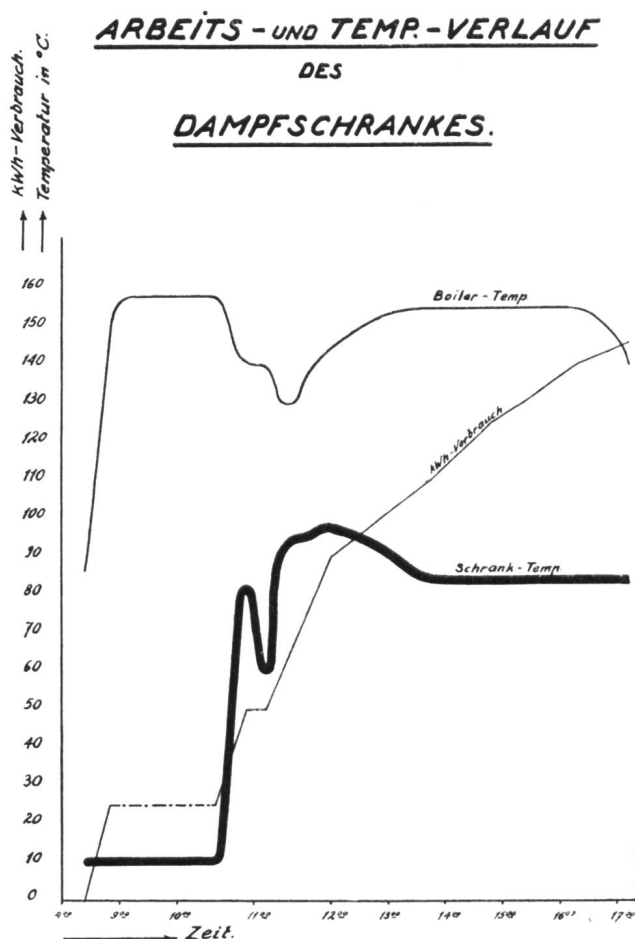

Fig. 21 Arbeits- und Temperaturverlauf des Dampfkochschrankes.
*Sterilisationskosten:* Arbeits- und Temperaturverlauf dieses elektrifizierten Dampfschranks — aufgenommen während der Sterilisation von 50 Dosen Schinken mit einem Bruttogewicht von 278 kg — geben Aufschluss über die Betriebskosten am Versuchstage (Fig. 21). Dabei ist zu berücksichtigen, dass